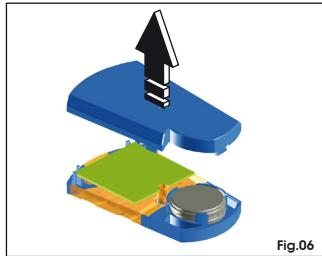

Fig.06
- Retire la carcasa ya desenganchada (Fig.06).
- Die freigegebene Schale entfernen (Abb.06).
- Verwijder de behuizing zodra hij is losgehaakt (Fig.06).